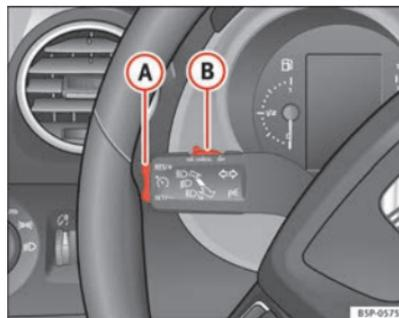

Fig. 154 Palanca de intermitentes y de luz de carretera: mando y tecla basculante para el regulador de velocidad
- Cuando se haya alcanzado la velocidad que se quiere programar, pulse brevemente la parte inferior de la tecla basculante **SET/-** ⇒ fig. 154 **(A)** una vez.